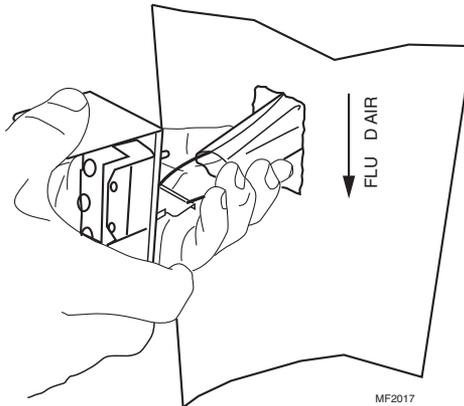

Fig. 13. Insertion de l'interrupteur à ailette dans le sens du débit d'air.
5. Appuyer sur les côtés de la boucle de fil métallique pour les rapprocher. Insérer l'ailette dans le conduit. (Lorsque l'interrupteur est éteint, l'ailette doit pointer dans la direction du débit d'air, tel qu'illustré à la figure 13.)